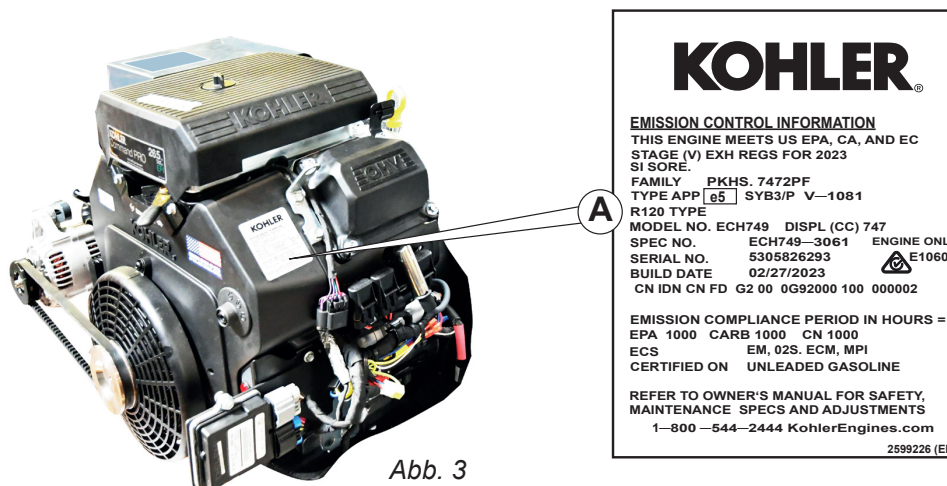

Abb. 3
An jedem Motor ist ein Typenschild (A) angebracht. Die Position des Typenschildes ist in Abbildung 3 dargestellt.